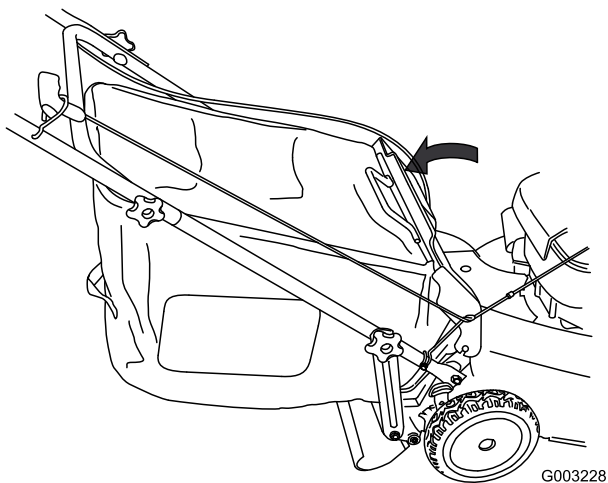

Figure 26
5. Abaissez le volet arrière (Figure 26).